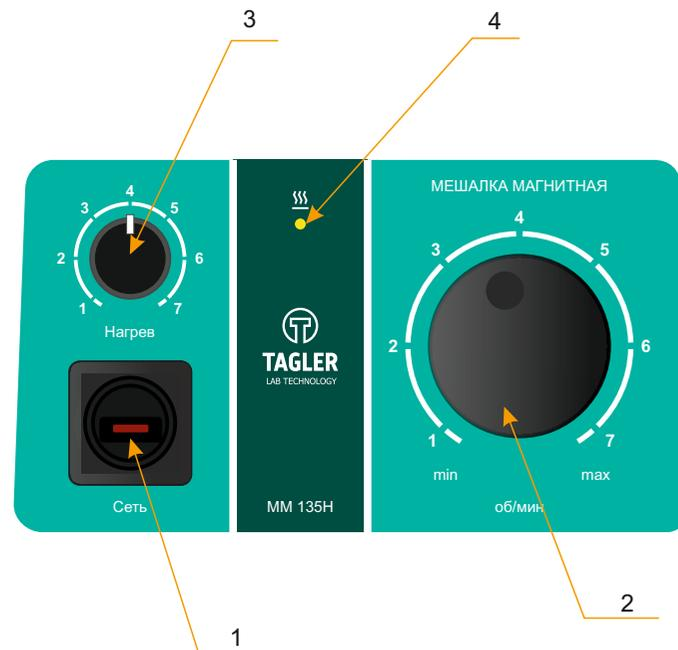

Рис.1
- 4.3. Сетевой выключатель **1** (рис.1) переведите в положение **Вкл.** ("включено").
- 4.4. Регулятором **2** (рис.1) установите необходимую скорость перемешивания в соответствии с рабочей методикой исследования, плавно повышая скорость.